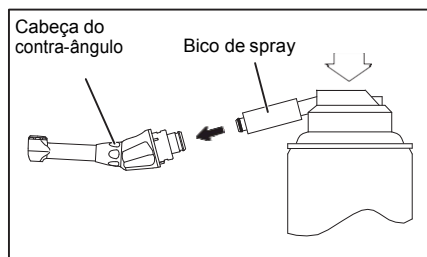

Fig. 12
- Insira o bico de spray na parte de trás da cabeça do contra-ângulo e lubrifique a cabeça durante 2-3 segundos. (Fig. 12)